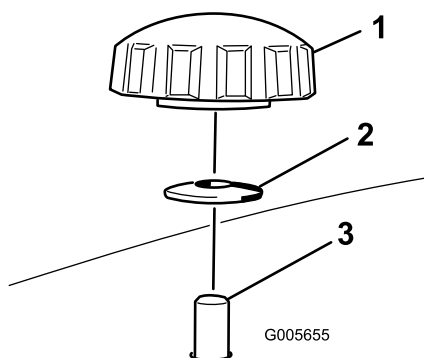
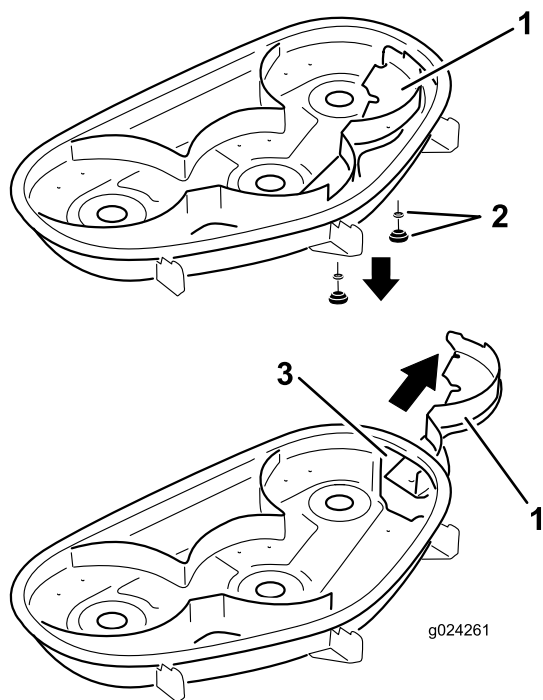

Figura 28
Figura 29
4. Remova os 2 manípulos e as anilhas curvas que fixam o abafador direito ao cortador Figura 28.
5. Remova o abafador direito e baixe o defletor de relva por cima da abertura de descarga conforme indicado em Figura 28 e Figura 29.
5. Faça deslizar o abafador direito por debaixo da plataforma do cortador e fixe-o utilizando 2 manípulos e anilhas curvas (lado oval virado para o cortador) conforme indicado em Figura 29 e Figura 28.